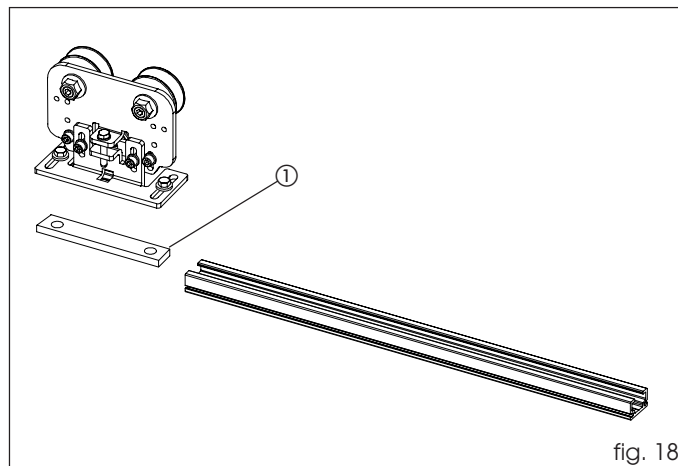

fig. 18
Sulle automazioni 940 sostituire il piastrino del carrello con quello in dotazione (fig. 18 rif. ①).